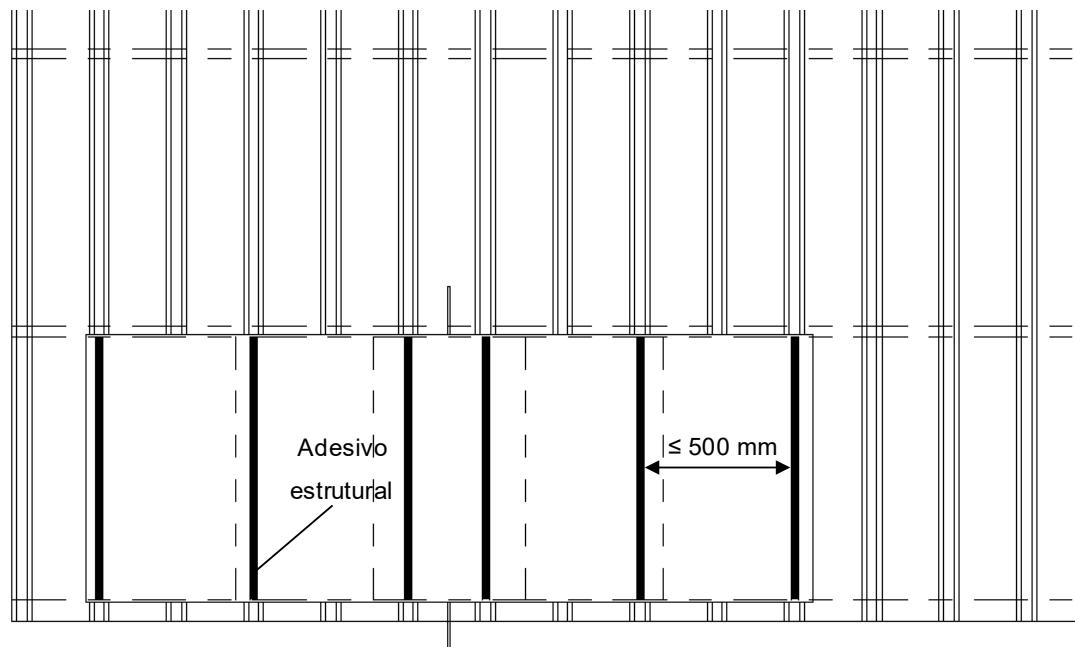

Figura 2
- Os produtos Galaxy Plus são colados nas telhas metálicas por meio de um adesivo estrutural, que precisa atender aos requisitos de resistência do adesivo e passar nos testes de confiabilidade. Cada produto deve ser equipado com, no mínimo, 6 tiras de adesivo estrutural no verso (conforme mostrado na Figura 2) e o espaçamento entre cada tira de adesivo estrutural deve ser distribuído da forma mais uniforme possível. A distância entre duas tiras de adesivo estrutural não deve ser maior do que 500 mm.